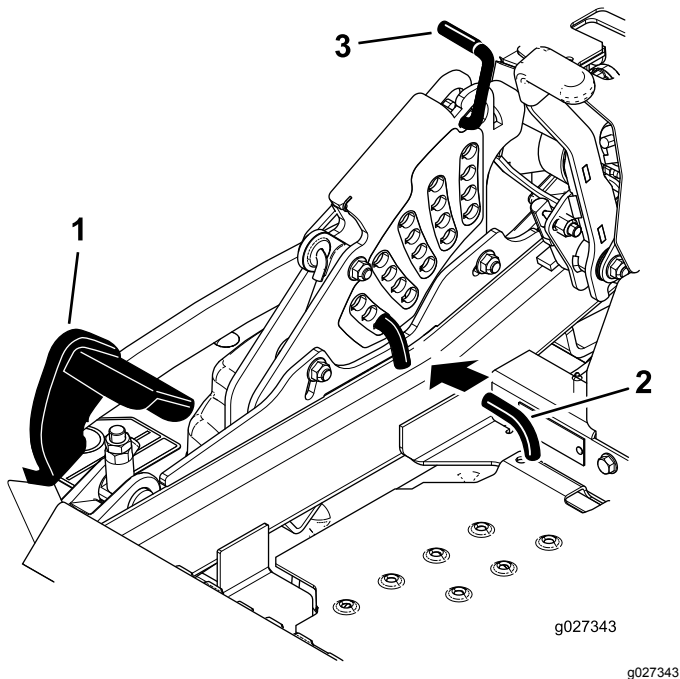

Figura 112
5. Empuje el pedal de elevación de la carcasa hacia delante del todo; la carcasa se enganchará en la posición de transporte de 14 cm (5½") (Figura 112).